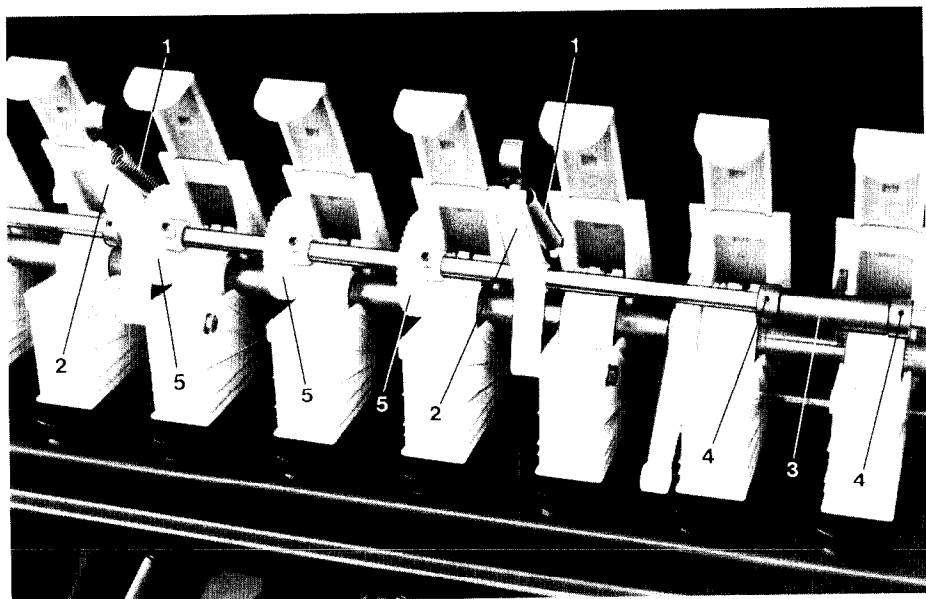
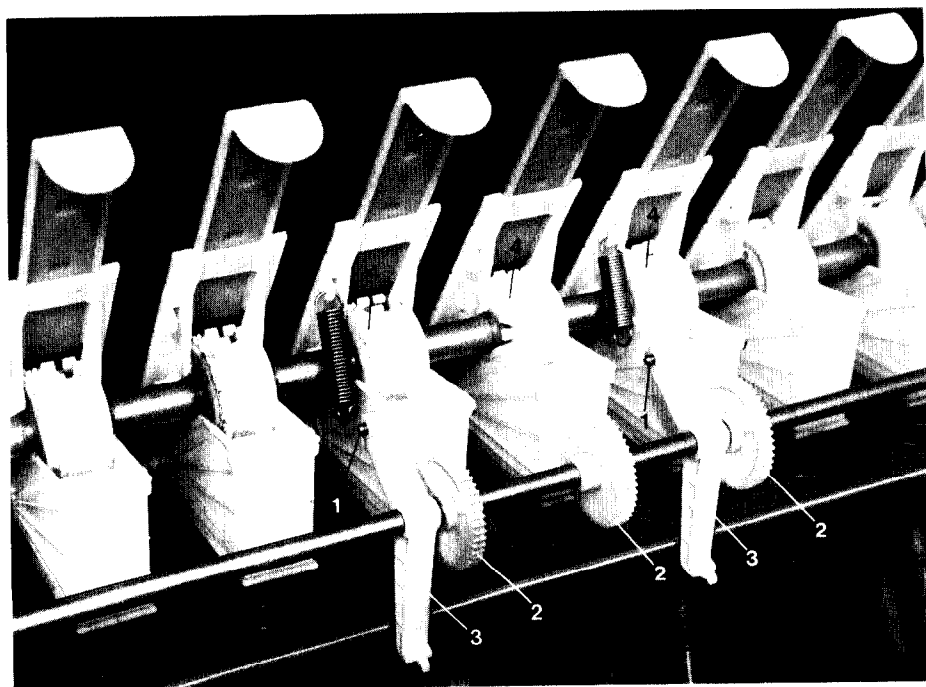

Fig. 76
Fig. 77
Aan het begin van het werk dient de rijsporenschakeling met de hand, door trekken aan de bedieningshendel (Fig. 76/3) op het juiste cijfer op de schakelkast te worden ingesteld. U kunt dit instellen volgens voorbeelden voor het aanleggen van rijsporen onder punt 16.7. Verder is het belangrijk om te letten dat de markeurschakelautomaat voor de juiste kant is ingesteld en de gewenste markeringschijf naar onder zakt.
- De trekveer (Fig. 76/1) tussen de zaaihuizen en zwenklagers (Fig. 76/2) oplossen en de voorschakelas naar achter weglappen (Fig. 77).
- Een houder (Fig. 76/3) die de voorschakelas axiaal borgt, grijpt in een uitsparing aan de zaaihuizen. Deze houder wordt bij het weglappen van de voorschakelas uit de uitsparing uitgetrokken en is na de opvolgende montage in dezelfde of in een uitsparing van de naastliggende zaaihuizen te bevestigen. De houder (Fig. 76/3) wordt axiaal door een stelring (Fig. 76/4) op de voorschakelas geborgd.
- De zeskant-bouten (Fig. 77/1), waarmee de zwenklagers rechts en links naast de rijsporenzaaihuizen bevestigd zijn, losdraaien.
- Het zwenklager (Fig. 77/3) en de kunststof aandrijftandwielen (Fig. 77/2) op de voorschakelas verschuiven.
- Meenemerbouten (Fig. 77/4) van de nieuwe rijsporenzaairaden losmaken totdat ze vrij over de zaaias kunnen draaien.
- Het zwenklager (Fig. 77/3) rechts en links naast de rijsporenzaaihuizen bevestigen en de trekveer van de zwenklagers aan de zaaihuizen inhaken.
De montage van de kunststof-aandrijfraden (Fig. 76/5) gaat volgens punt 16.4. De voorliggende aandrijfas dient men vanaf de rechterkant van de machine van kunststofaandrijfraden te voorzien. Men kan de aandrijfraden op de voorliggende aandrijfas zo monteren, dat de afstand van de rijsporen-zaai-raden, gemeten van de rechter buitenkant van de machine, een half traktorspoor bedraagt. Tijdens het werken met de naloopmarkeur de linker markeringsschijf demonteren.